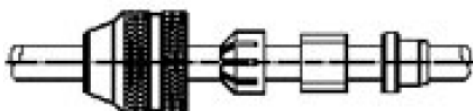

Рисунок 81
- завести на кабель обжимную гайку, уплотняющую втулку и корпус разъема, рисунок 81;